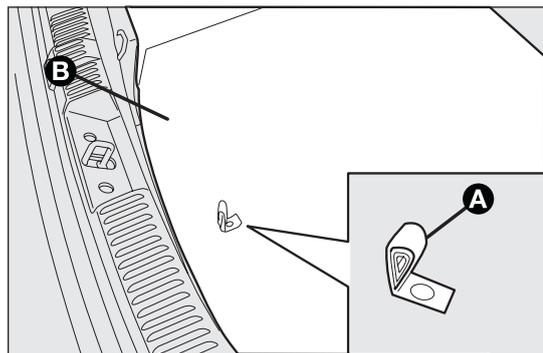

fig. 141
- ❑ apagar el motor y accionar el freno de mano; engranar la primera marcha o la marcha atrás; con la manilla A extraer la pieza remodelada de revestimiento rígida B fig. 141;